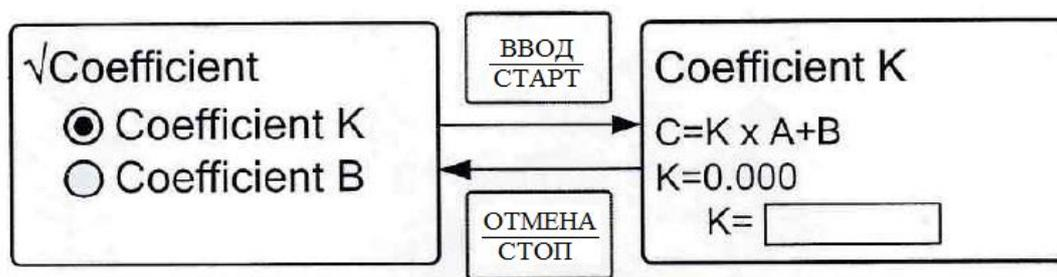

Рисунок 19. Меню ввода коэффициента “K”.
2.4.3.4. С помощью кнопок “▲” и “▼” выберите строку “Coefficient K” и нажмите кнопку “ВВОД/СТАРТ”. На дисплее появится меню для ввода значения коэффициента “K” (рис. 19). Курсор будет установлен на первом символе, после с помощью кнопок “▲” и “▼” можно установить знаки положительного или отрицательного значения коэффициента “+” или “-”, После выставления нужного значения в текущем разряде нажмите кнопку “▶”, после этого курсор перейдет к следующему разряду или кнопку “◀”, для возврата к предыдущему разряду. После подтверждения последнего разряда нажмите кнопку “ВВОД/СТАРТ”, спектрофотометр вернется в меню выбора коэффициента, проделайте аналогичные действия для установки коэффициента В (“Coefficient K”). После установки коэффициентов нажмите кнопку “ВВОД/СТАРТ”.